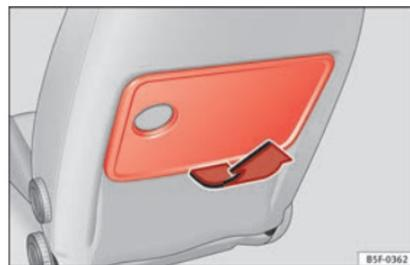

Abb. 154 Sitz vorne links: Klapptisch.
– Klappen Sie den Tisch zum Aufstellen in Pfeilrichtung » Abb. 154 nach oben.